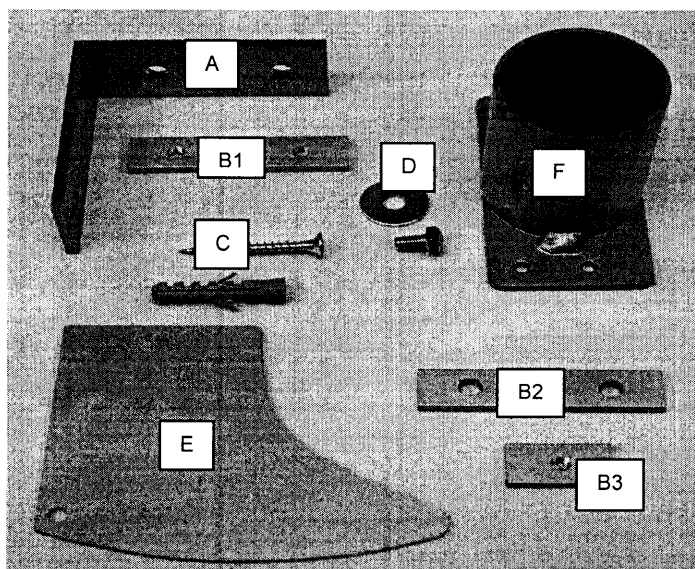

Abb. 1
- 2.) Montage der Gestängeteile (**Abbildung 1**)
- 3.) Auflegen der Dachplane auf die Gestängeteile (**Abbildung 1**)